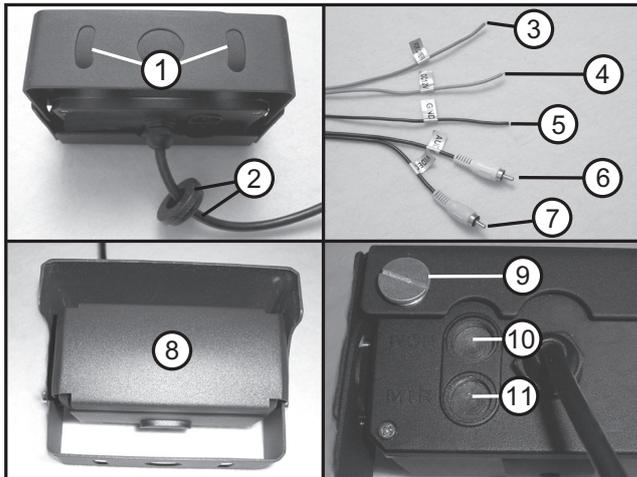

Bild 2
- Setzen Sie die Kamera an der ausgesuchten Montagestelle mit dem Befestigungsbügel (Bild 1, Pos. 4) auf und markieren Sie mittig an den beiden Schlitzen des Montagebügels (Bild 2, Pos 1) die Befestigungslöcher am Montageort. Bohren Sie passend zu den verwendeten Schrauben mit einem entsprechenden Bohrer die Befestigungslöcher.
- Prüfen Sie, ob bei Ihrem Fahrzeug bereits eine geeignete Öffnung vorhanden ist bzw. genutzt werden kann, um das Anschlusskabel mit 5-poligem Stecker der Kamera (Bild 2, Pos. 2) in das Fahrzeuginnere zu leiten. Andernfalls müssen Sie an geeigneter Stelle eine entsprechende Bohrung ausführen. Um die am Kabel der Kamera angebrachte Kabeldichtung (Bild 2, Pos. 2) korrekt einsetzen zu können, muss das Bohrloch einen Durchmesser von ca. 20 mm haben.
- Schließen Sie nun die Stromversorgung der Kamera an. Hierzu verbinden Sie das schwarze Kabel („GND“, Bild 2, Pos. 5, ca. 3,5 Meter lang) mit der Fahrzeugmasse (Minus, z.B. beim Rückfahrcheinwerfer) und das rote Kabel („DC 12V“, Bild 2, Pos. 4, ca. 10 Meter lang) mit einer 12V-Plusleitung, die nur bei eingeschalteter Zündung spannungsführend ist (z.B. unter dem Instrumententafel). Das pinkle Kabel („For Camera“, Bild 2, Pos. 3, ca. 3,5 Meter lang) schließen Sie an ein Kabel an, dass bei eingeletem Rückwärtsgang die Rückfahrcheinwerfer mit dem Pluspol der Batterie verbindet (z.B. bei dem Rückfahrcheinwerfer).
- Den Audioausgang (Bild 2, Pos. 6, weißer Stecker) und den Videoausgang (Bild 2, Pos. 7, gelber Stecker) schließen Sie an den Monitor an, den Sie für die Kennzeichenkamera vorgesehen haben. Ein passendes Verlängerungskabel gehört nicht zum Lieferumfang und muss in gewünschter Länge gesondert erworben werden.
- Führen Sie einen Probelauf gemäß dem nachfolgenden Punkt „Funktionsweise der Kennzeichenkamera“ durch. Prüfen Sie vor einer endgültigen Montage der Kamera die Funktionsweise der Kamera. Legen Sie fest, ob Sie das Bildsignal links/rechts spiegeln wollen. Das Videosignal können Sie durch das Umsetzen der Magnetschraube (Bild 2, Pos. 9) von „NOR“ (Bild 2, Pos. 10) auf „MIR“ (Bild 2, Pos. 11) spiegeln.
Durch die in der Kamera integrierten Infrarot-LED's (Bild 1, Pos. 3) wird bei Dunkelheit der rückwärtige Raum erhellt und erleichtert das Erkennen von Hindernissen. Die Infrarot-LED's werden durch den eingebauten Lichtsensor (Bild 1, Pos. 6) automatisch eingeschaltet. Wird wieder auf den Vorwärtsgang gewechselt, schließt die Kameraschutzblende (Shutter) wieder (Bild 2, Pos. 8) und schützt somit die Kamera vor äußeren Einflüssen.